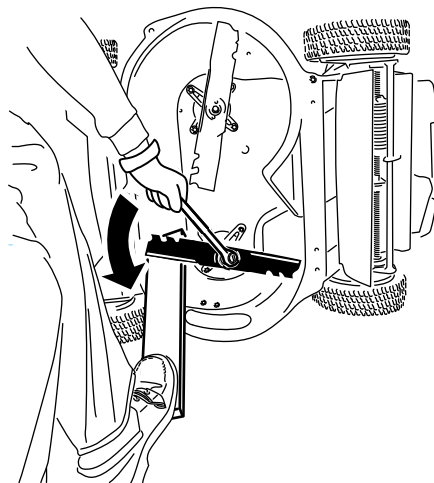

Figura 35
1. Utilice un bloque de madera para inmovilizar cada cuchilla y gire el perno de la cuchilla en el sentido contrario a las agujas del reloj, como se muestra en la Figura 35.